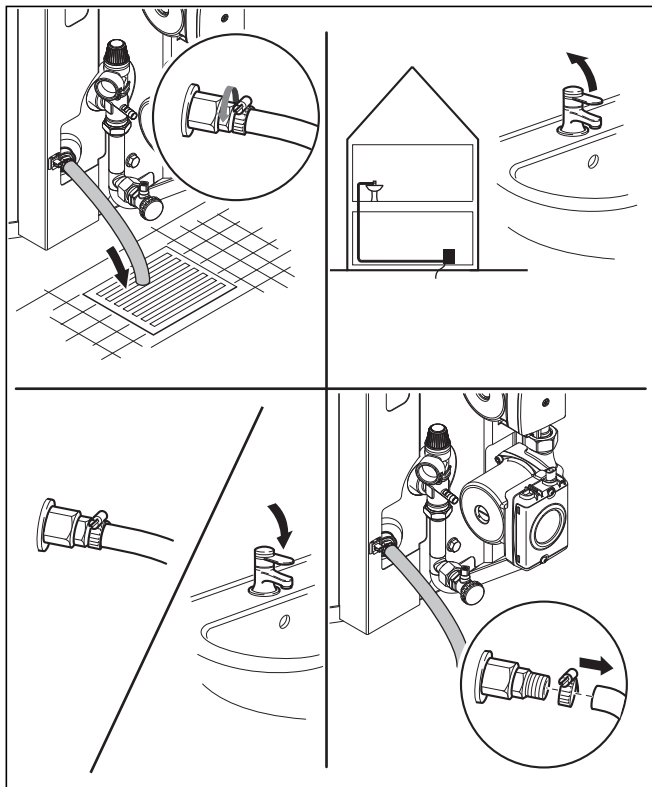

Figura 4.8 Svuotamento del bollitore
- Fissare un tubo flessibile adeguato alla valvola di svuotamento del bollitore (vedi figura 4.8).